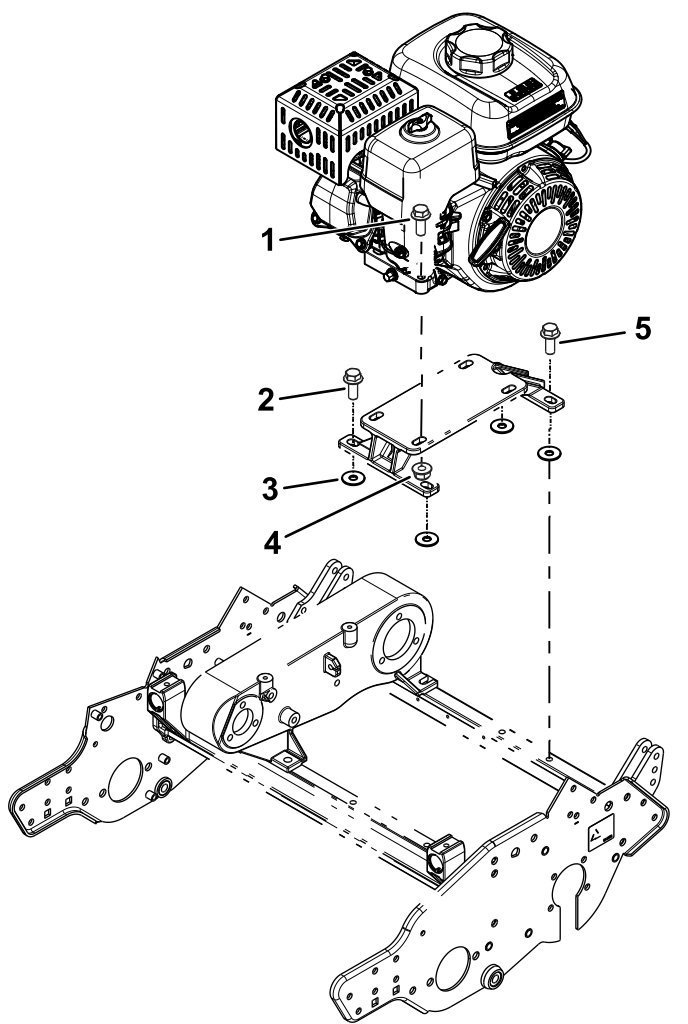

图 4
3. 如图 4 所示用之前卸下的螺栓和 4 个垫圈  $\frac{3}{8} \times 1\frac{1}{8}$  英寸将发动机安装支架安装到机器上。
松松地安装左后发动机螺栓如图 4 所示。
4. 使用之前卸下的螺栓和螺母图 4 将发动机安装到发动机安装支架上。
8. 从发动机基座卸下左后螺栓图 4 然后用该螺栓将 R 形夹和油门拉索固定到发动机基座。
10. 拧紧所有的发动机安装螺栓和发动机安装支架螺栓图 4。